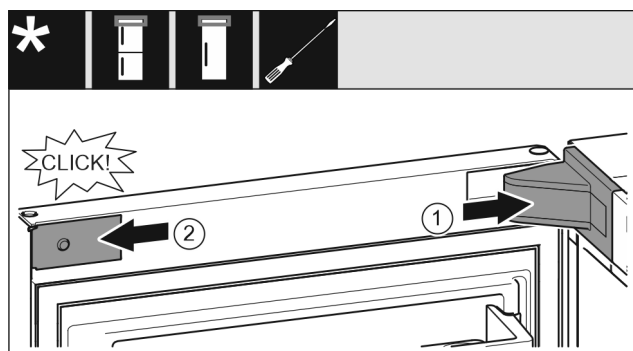

Fig. 21
- Mettre en place le cache du support de palier Fig. 21 (1) et l'enclencher. Au besoin, l'écarter avec précaution.
- Placer le cache Fig. 21 (2) sur le côté et l'enclencher.